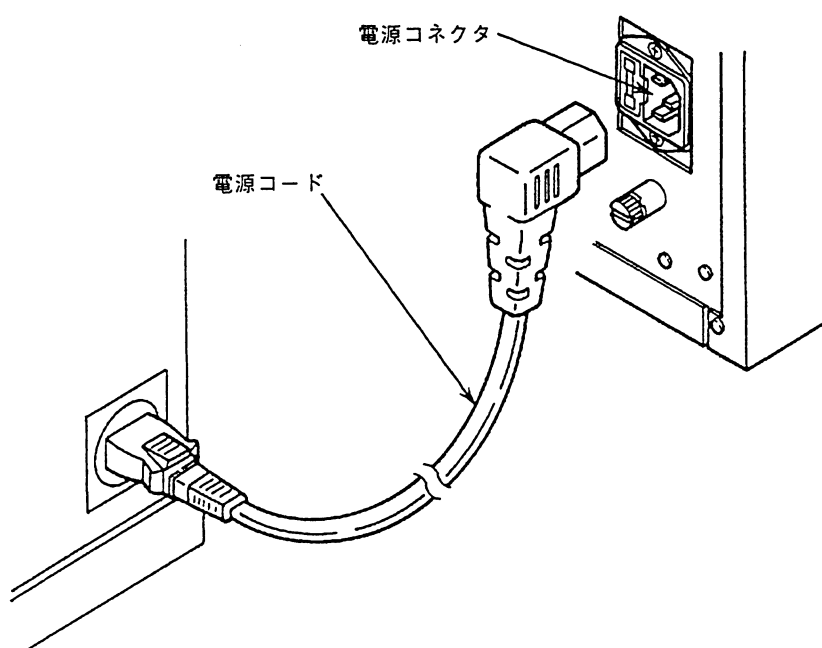

図 1.7
- (1) 本体の電源スイッチが OFF の状態であることを確認して、図1.7に示すように本体背面パネルの電源コネクタに電源コードを接続し、コードのプラグを電源コンセントに接続します。